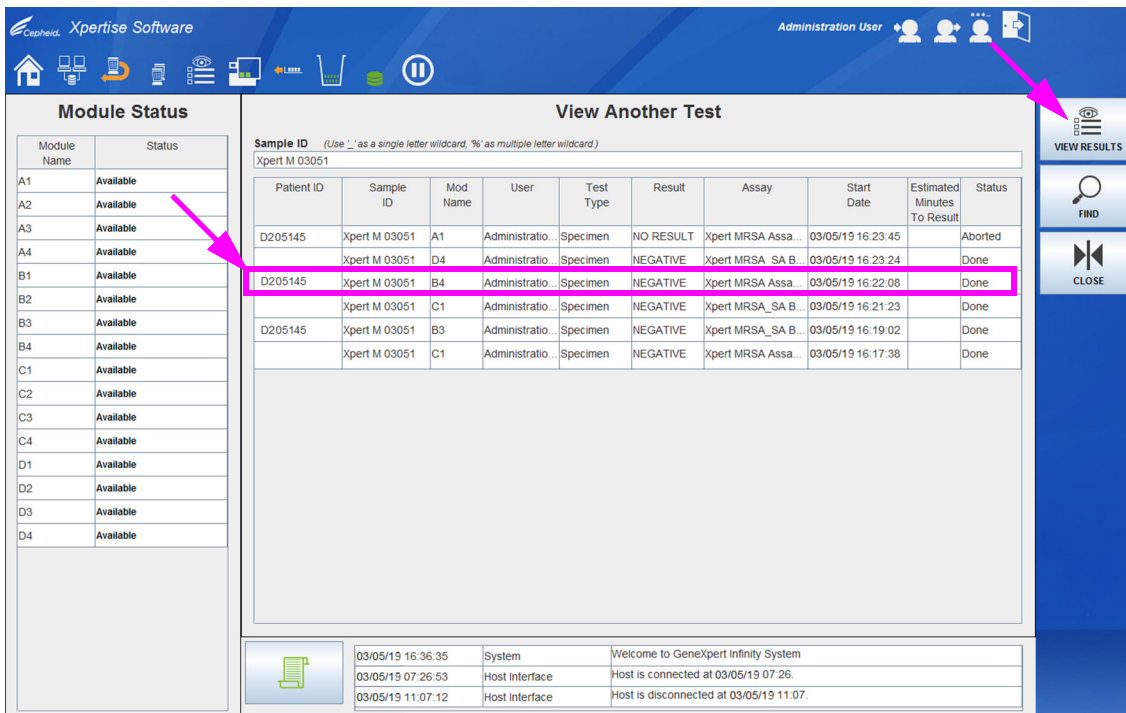

Figura 5-77. Área de trabalho View Another Test (Ver outro teste) – Resultados da pesquisa por ID da amostra
- A área de trabalho View Another Test (Ver outro teste) é atualizada para mostrar o(s) resultado(s) da pesquisa (ver Figura 5-77).
- A partir desta área de trabalho dos resultados da pesquisa, localize o teste específico que quer ver e selecione a entrada (ver Figura 5-77).
- Selecione o botão **VIEW RESULTS (VER RESULTADOS)** para mostrar os resultados para o teste específico selecionado (ver Figura 5-77).